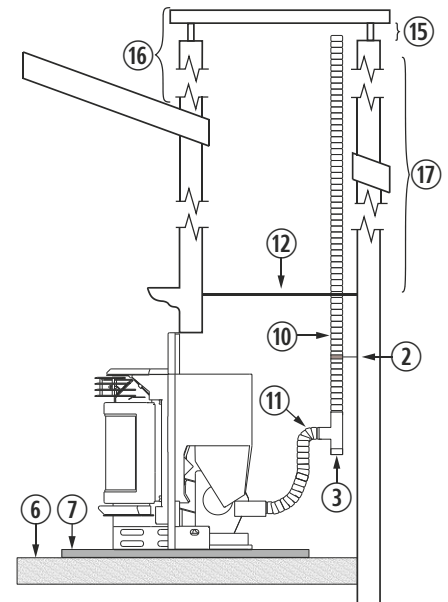

Figura 12
4.29. L'installazione di una stufa ad incasso in un caminetto può essere realizzata in completa totalità in un tubo flessibile, così come è indicato nella figura 12. Dobbiamo prestare speciale attenzione al momento di realizzare l'isolamento tra il caminetto e il tubo di fuoriuscita di gas per evitare possibili arretramenti di gas in caso di tormenta.
②	Collare di fissaggio in acciaio inox.
③	Giunto a "T" a 90° con filtro.
⑥	Pavimento in legno.
⑦	Protezione non infiammabile.
⑩	Tubo in acciaio inossidabile flessibile.
⑪	Manicotto d'unione tra flessibile e rigido.
⑫	Isolante anti -arretramento.
⑮	Minimo 200mm.
⑯	Deve superare di 1 metro il tetto.
⑰	Se superiore a 4m aumentare le dimensioni.